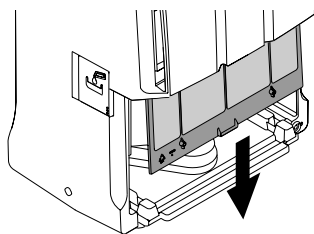

Fig. 6
- Pour enlever le filtre à air, après avoir ôté le réservoir, extraire le filtre en le tirant vers le bas (fig. 6).